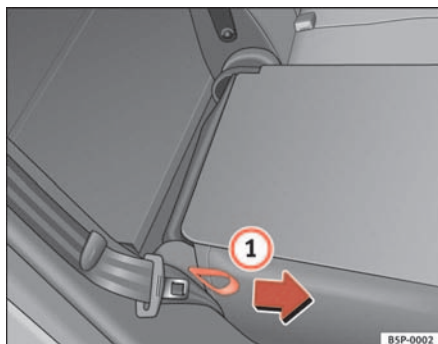

Abb. 99 Umklappen bzw. Aufrechtstellen der Rück Sitzlehne
- Ziehen Sie an der Schlaufe auf der Seite des Sitzes ⇒ Abb. 99 (1)